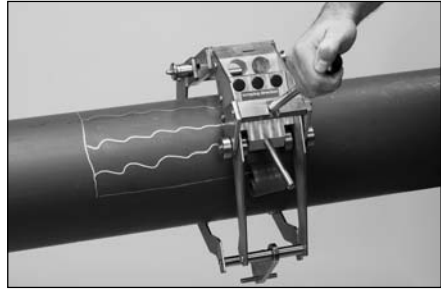

Abb. 7
- Zum Schälen des Rohres ziehen Sie den Betätigungshebel (5) in radialer Richtung (Abb. 7).